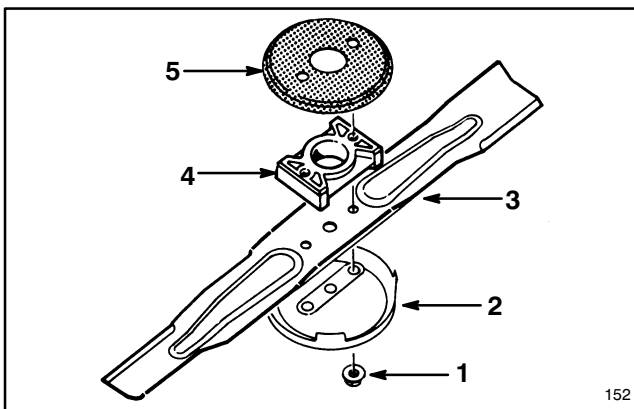

Figure 27
**5. DÉPOSE DE LA LAME** — Saissez l'extrémité de la lame en vous servant d'un chiffon ou d'un gant bien rembourré. Retirez les écrous de lame, la coupelle anti-débris, la lame, l'entretoise de lame et le filtre rotatif (fig. 27).